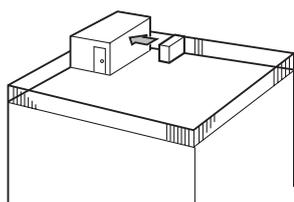

Fig. 2-4
- ① Ustawić wylot powietrza w kierunku najbliższej ściany, zachowując odległość ok. 500 mm. (Fig. 2-4).